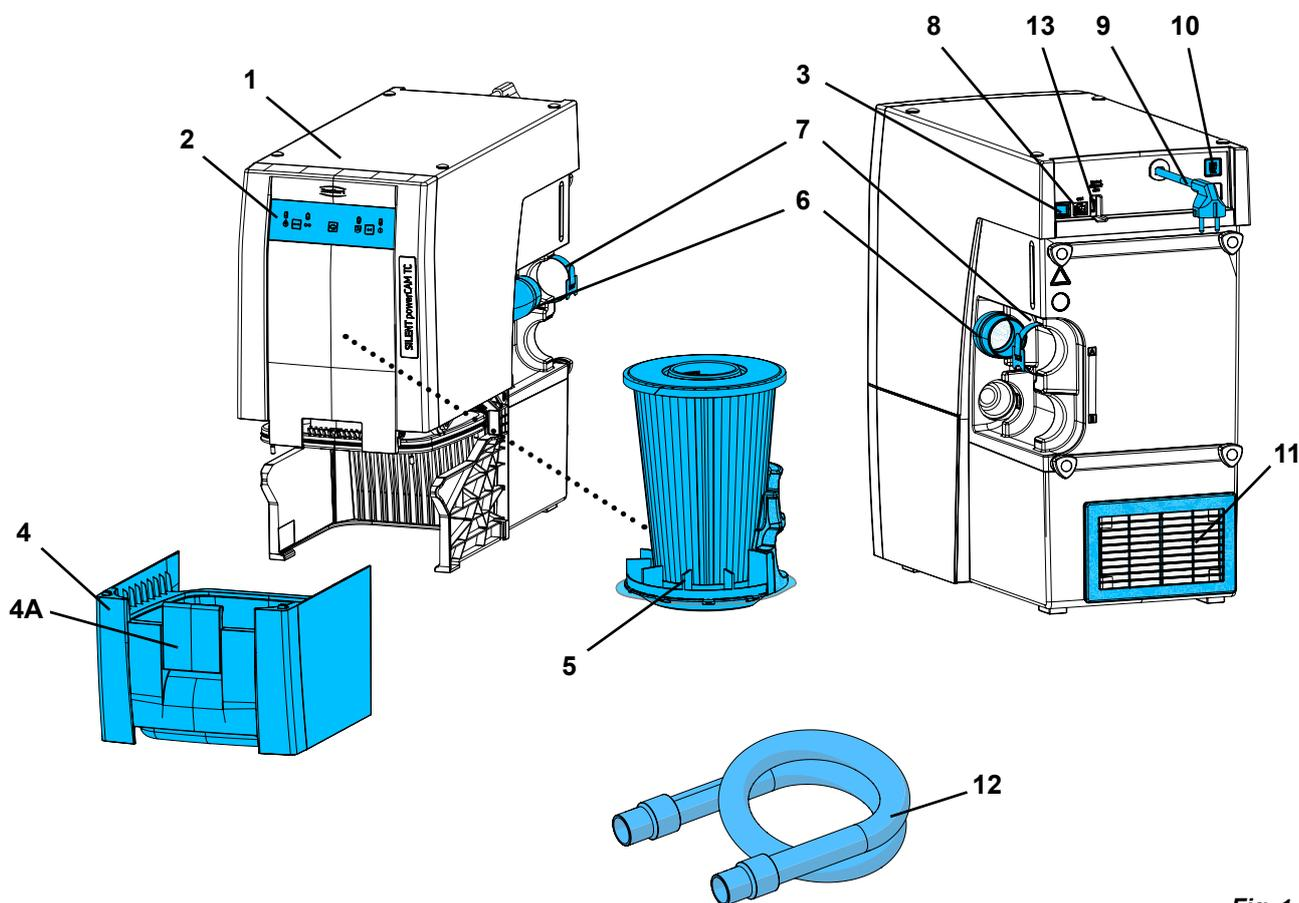

Fig. 1
- a exaustão de ar (11, Fig. 1) não fique obstruída.
- Condução externa de exaustão (A) (ver cap. 4.6).
- Abertura na parede do armário (B), no mín. 250 x 120 mm, diretamente à frente da exaustão de ar (11, Fig. 1).
- Remover a parede posterior do armário (C), distância das costas do armário em relação à parede: no mín. 50 mm.
⇒ Desligue o equipamento no interruptor Lig/Desl (3, Fig. 1).
⇒ Desenrole o cabo de rede (9, Fig. 1) e insira o plugue em uma tomada da instalação elétrica do edifício.